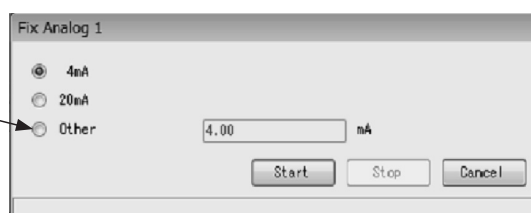
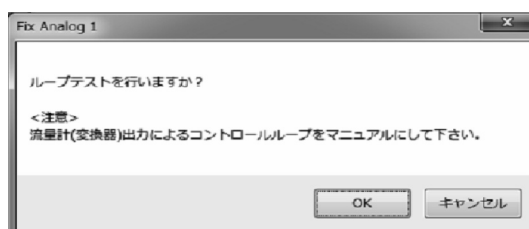

図127
図128
- ① メニューの「Diag/Service(T)」をクリックし、「Loop Test」のドロップダウンリストの中から「Fix Analog 1」を選び再度クリックします。
- ② 次のウィンドウ(図127)が表示されます。模擬出力値を選択し、「Start」ボタンをクリックして下さい。なお、任意に電流値を決めて出力させる場合は「Other」を選択し、出力させるアナログ値を入力後「Start」ボタンをクリックして下さい。
- ③ 「Start」ボタンをクリックすると、メッセージボックス(図128)が表示されます。「OK」ボタンをクリックすると、「Fix Analog」を開始します。「Cancel」ボタンをクリックすると、図127のウィンドウへ戻ります。
- ⑥ 「OK」ボタンをクリックすると、図127のウィンドウに戻りますので、「Cancel」ボタンをクリックし、「Fix Analog」を終了して下さい。